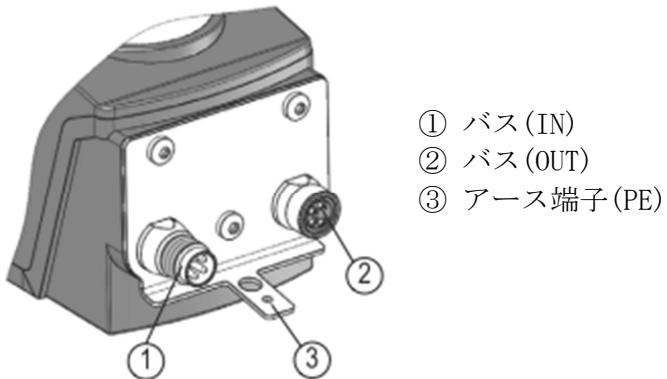

図 5：コネクタ配置
ピン配置 (図 5 参照)
またアース端子③をアース接続してください。（図 5 参照）